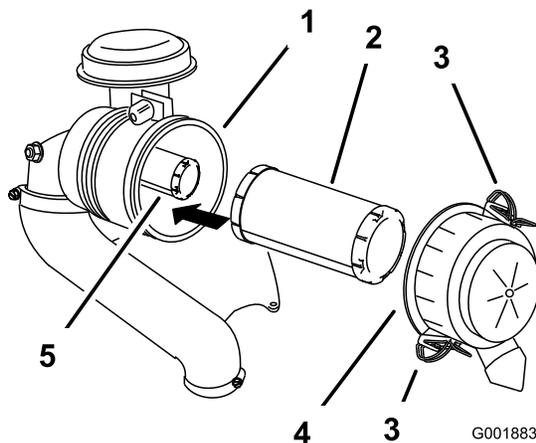

Figure 36
3. Ouvrez les dispositifs de verrouillage du filtre à air et détachez le couvercle du corps du filtre (Figure 36).
5. Sortez le préfiltre du corps du filtre avec précaution (Figure 36).
2. Si vous remplacez l'élément de sécurité, insérez-le avec précaution dans le corps du filtre (Figure 36).
3. Placez ensuite le préfiltre sur l'élément de sécurité avec le même soin (Figure 36).
4. Reposez le couvercle du filtre à air, le côté portant l'inscription **UP** en haut, et fermez les dispositifs de verrouillage (Figure 36).